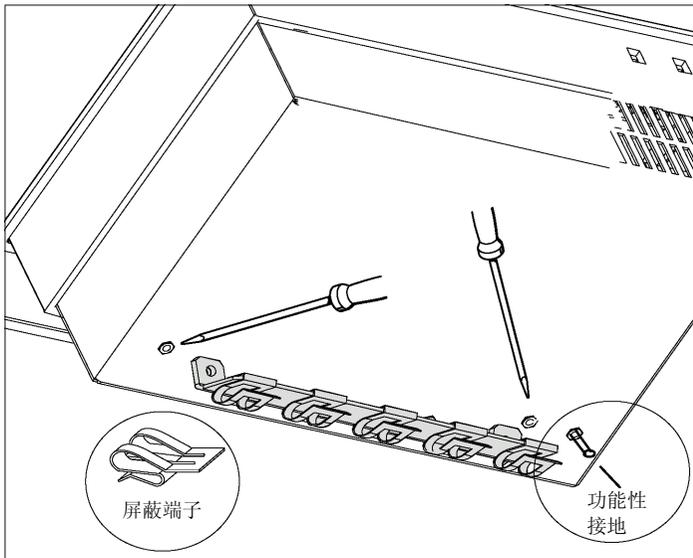

图 2-13 带有接地条、屏蔽端子和功能接地连接的 C7-613
应使用电缆接线头以及截面积至少为  $4 \text{ mm}^2$  的电缆，连接功能性接地  (见图 2-13) 和机柜接地。
1. 取下 C7-613 上的两个螺钉，如图 2-13 所示。
2. 将接地端子如图 2-13 安放，使用所取下的螺钉重新拧紧。
3. 将屏蔽端子放置在接地端子上，如图 2-13 所示。